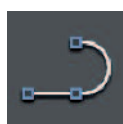

Fig. 8
- (► Fig. 8) *Polyline* (Poli-linea): simile al precedente con la differenza che la spezzata disegnata costituisce un unico oggetto, pertanto non è possibile modificare o cancellare un singolo elemento senza influenzare l'intera spezzata;